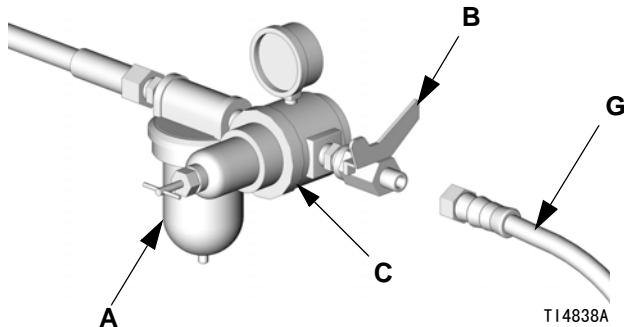

图 3
6. 将空气软管 (G) 的另一端连接至空气截止阀的出口。见图 3。